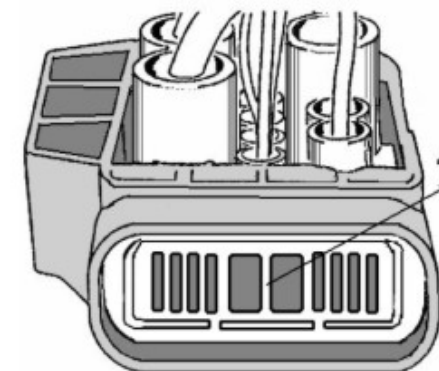

Abbildung 3.
14. Sbloccare e disconnettere la spina di cablaggio X26 (Fig 3).
- ▶ togliere il fermo (1)